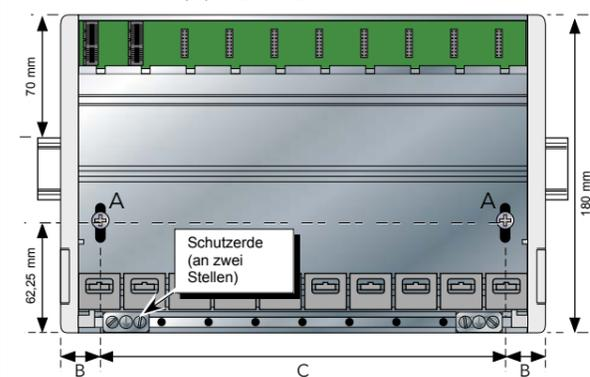

Abbildung 1: Maße der Rückwandplatine
Wie in Abbildung 1 und Tabelle 1 dargestellt ist die E+PLC400-Rückwandplatine in vier Größen für 0, 4, 8 bzw. 16 E/A-Module erhältlich.
- Lösen Sie mithilfe eines geeigneten Pozidriv-Schraubendrehers die Schrauben (A in Abbildung 1) in der Basis einheit und schieben sie mit den zugehörigen Halteklammern im Schraubenschlitz nach unten.
- Bringen Sie das Gerät auf der Oberkante der DIN-Schiene an und schieben Sie die Schrauben (A) mit den zugehörigen Klammern mithilfe des Schraubendrehers soweit wie möglich nach oben in die Schraubenschlitze.
- Entfernen Sie die Schrauben (A) und ihre zugehörigen Basis-Halteklammern.
- Halten Sie die Basis waagrecht an die Schalttafel und markieren Sie die Position der beiden Öffnungen an der Schalttafel (Mitten siehe Abbildung 1 oben).